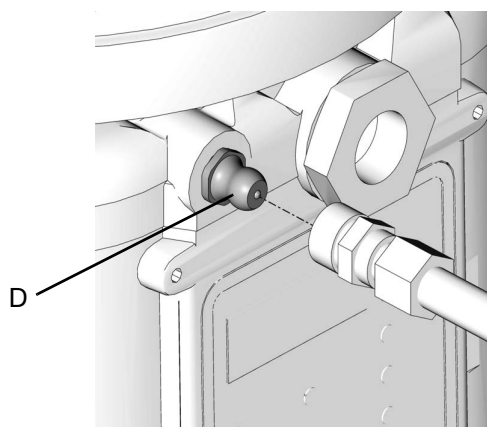

Рис. 19
- Перед заполнением резервуара всегда очищайте фитинг (D) (Рис. 19) чистой сухой тканью. Грязь и/или мусор могут повредить насос и/или смазочную систему.
1. Подсоедините заправочный шланг к заправочному фитингу пресс-масленки (Рис. 19).п).
1. Подсоедините заправочный шланг к впускному фитингу (Рис. 19).